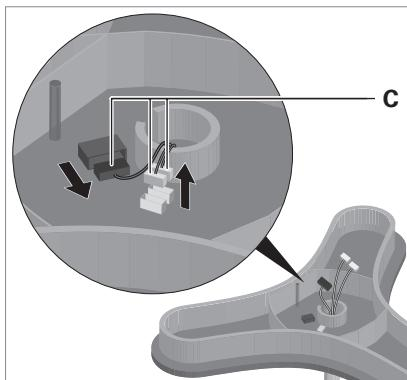

Fig. 16: Togliere la spina della testa dell'apparecchio.
- Staccare le spine **C**, vedi Fig. 16.